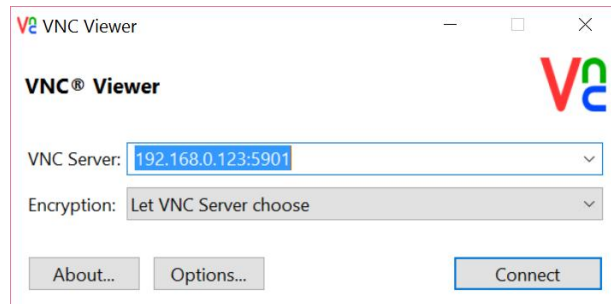

Рис. 88. Діалогове вікно RealVNC
16. Відкрийте програму VNC Server та вкажіть адресу сервера (плати). На рис. 88. використовується IP -адреса за замовчуванням 192.168.0.123, а порт 5901 вказано відповідно до вимог.